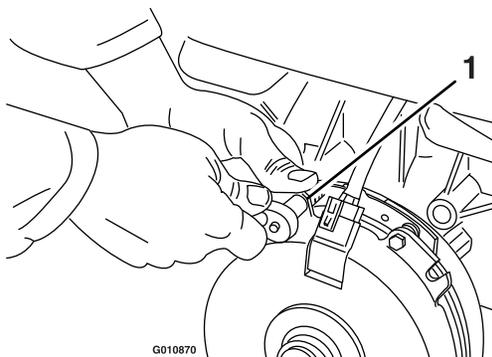

Figure 67
- A. Desserrez les boulons de fixation du frein de $\frac{1}{2}$ tour à 1 tour, comme montré à la Figure 67.